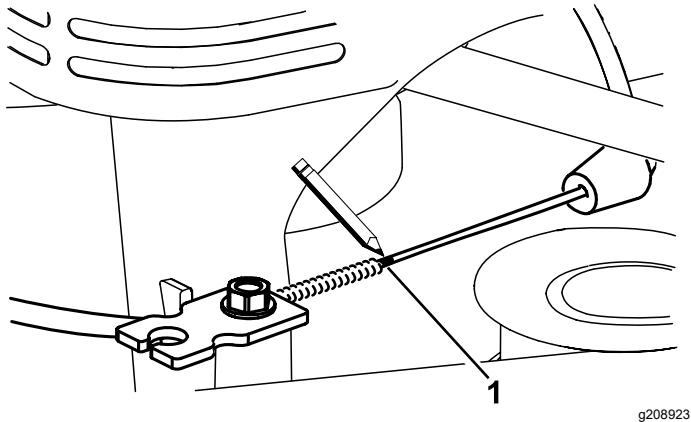
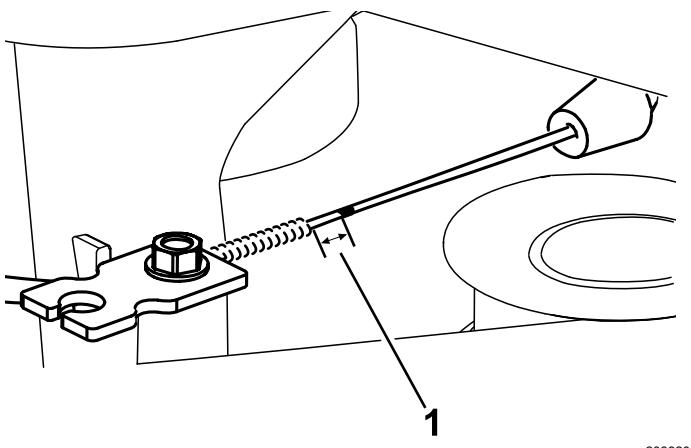

Figura 45
Figura 46
7. Marque o cabo do travão (Figura 45) e, em seguida, ajuste a manga até que exista, aproximadamente, 11 mm de folga (Figura 46). | 2. Mola |